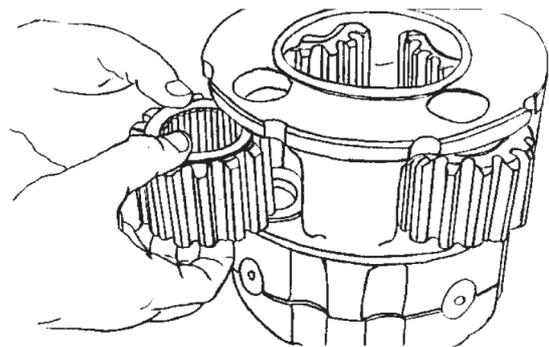

Figura 64
- B. Posicione as engrenagens planetárias (com os roletes e o espaçador) e as arruelas (interna e externa) na caixa de satélites alinhando os furos das arruelas com o furo da caixa para facilitar a introdução dos eixos. (Figura 64);